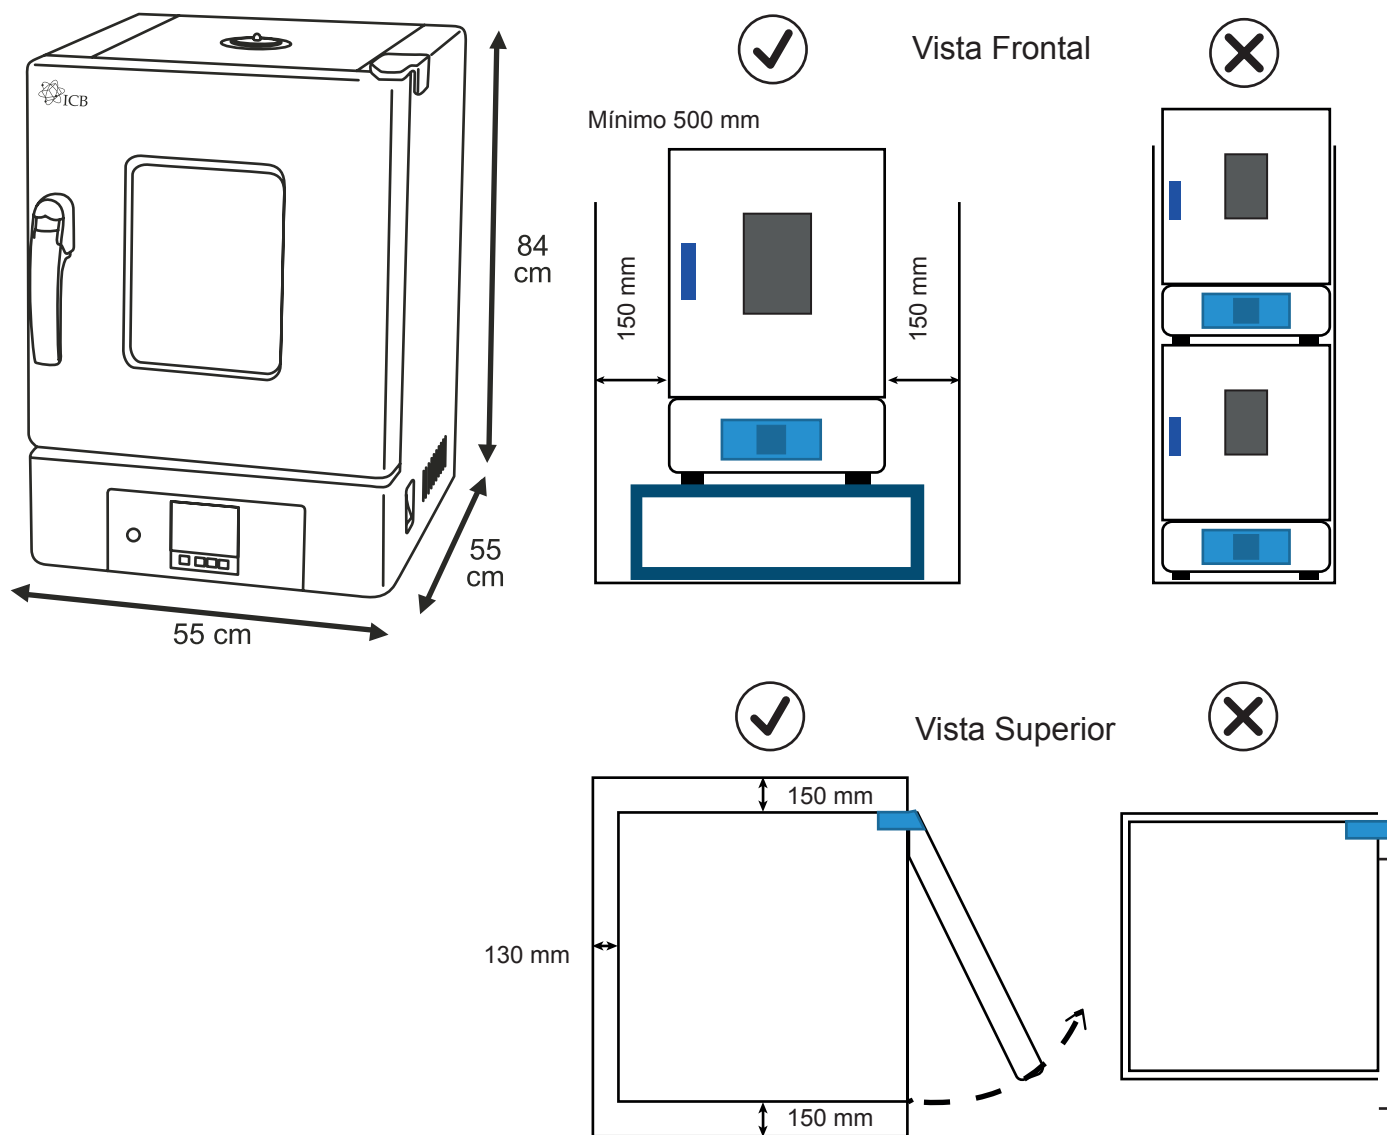

Figura 3. Distancia de colocación del horno de secado
- El equipo debe mantenerse a cierta distancia de la pared como muestra la Figura 3.